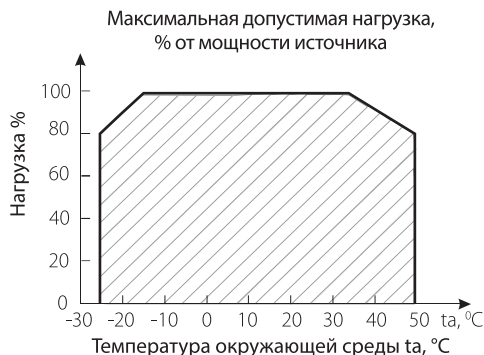

Рис. 2
- 4.3. Не нагружайте источник питания более 80% от его максимальной мощности. Учитывайте, что с повышением температуры окружающей среды, максимальная мощность источника питания снижается, см. график зависимости на Рис.2.